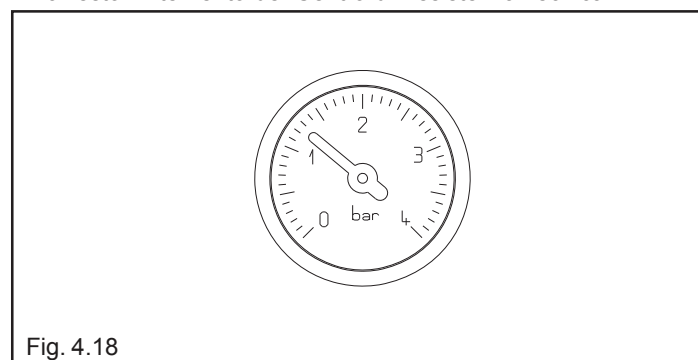
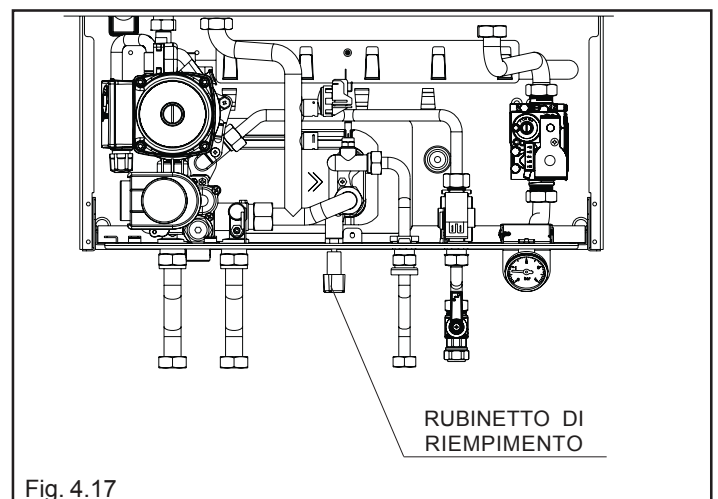

Fig. 4.18
Fig. 4.17
- caricare lentamente aprendo il rubinetto di riempimento (fig. 4.17) fino a che la lancetta dell'idrometro si posiziona tra 1 e 1,5 bar (fig. 4.18)